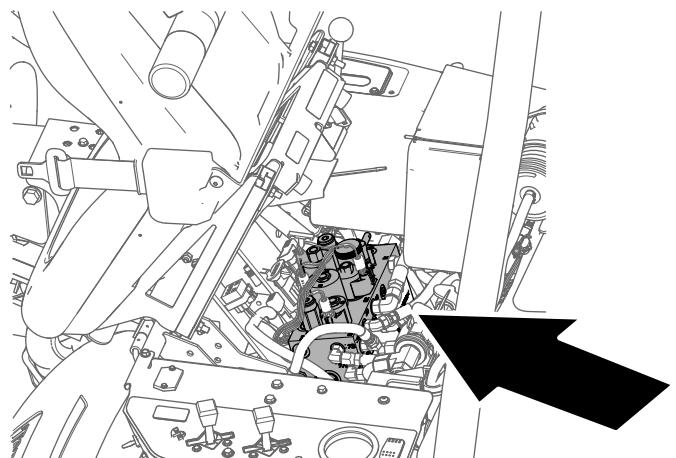

Figura 55
2. Incline el asiento del operador hacia adelante y coloque la varilla de sujeción (Figura 55).